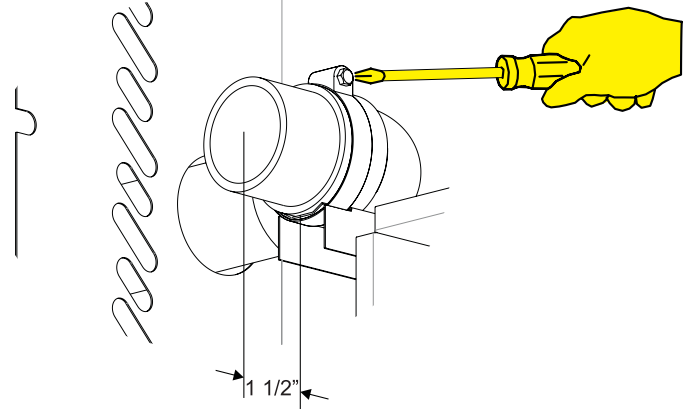

Figure 8
13. Fixer le coude à angle droit à l'intérieur du capot profond sur le support de tuyau de fumée à l'aide du collier de serrage fourni. **Voir les Figures 8 et 9.**
S'assurer que le tuyau de fumée se termine à 1-1/2 po (38 mm) de l'extrémité du support. **Voir Figure 8.** Pour le PVC, un petit segment de tuyau devra servir de rallonge; dans le cas du coude Poly-Pro aucune rallonge n'est nécessaire.